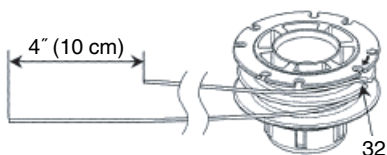

Fig. 38
(2) Tras retirar la caja, saque el rollo y deseche la línea restante.
(3) Doble la nueva línea de nylon por la mitad tal y como se muestra en la imagen. Enganche el extremo en forma de U de la línea de nylon en la ranura (32) de la división central del rollo. Bobine ambas mitades de la línea en el rollo en la misma dirección, manteniendo cada mitad de la línea en su propio lado de la separación. (Fig. 38)